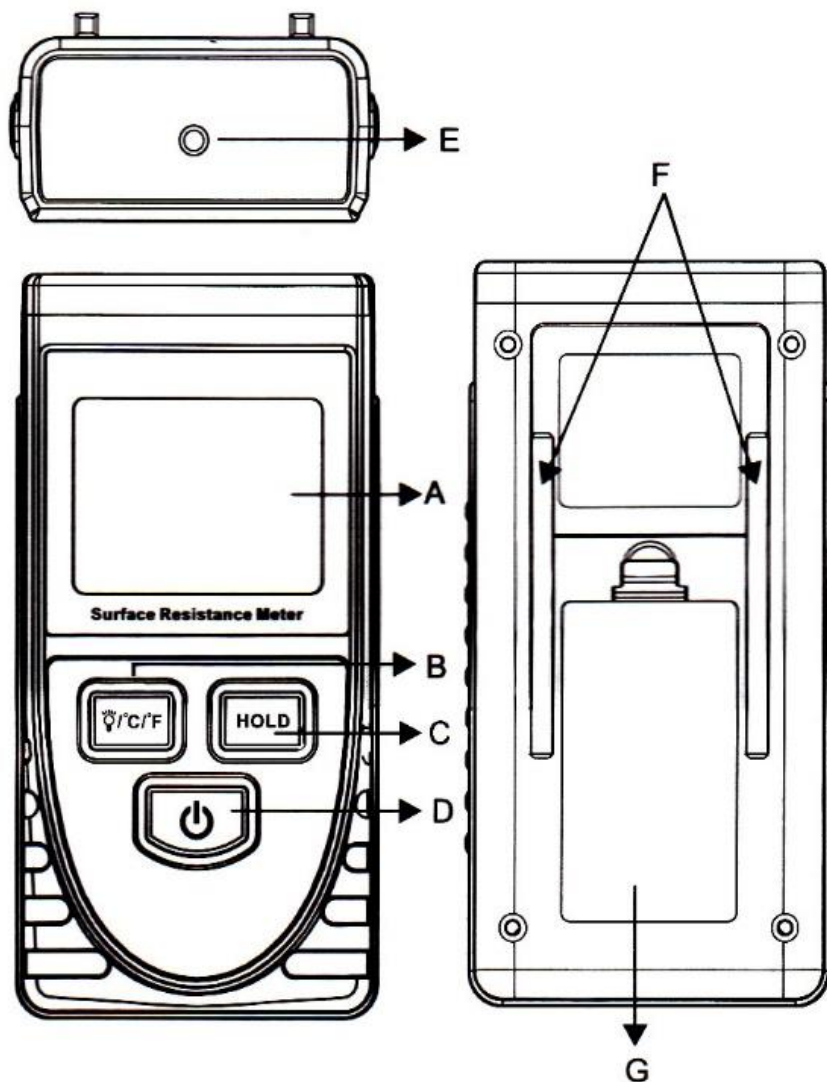

Figura 2
2. Componentes: ver la siguiente figura (figura 2)